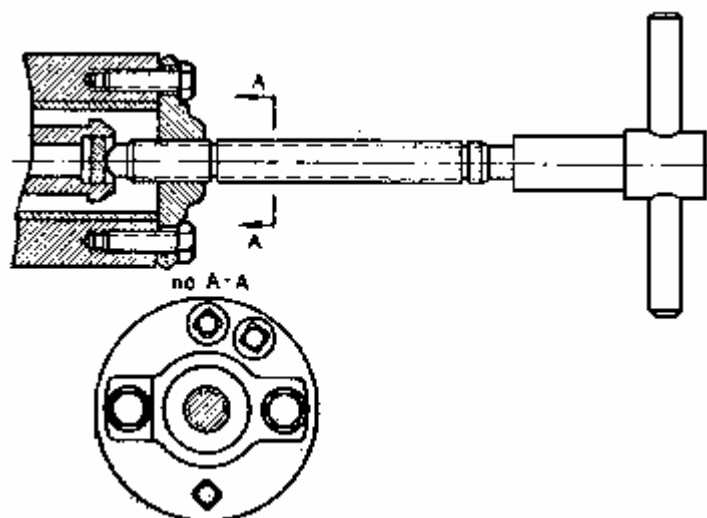

Рис. 185. Прибор для искусственного отката
- 3) На место крышки укрепить прибор для искусственного отката (рис. 185) болтами, крепящими крышку.